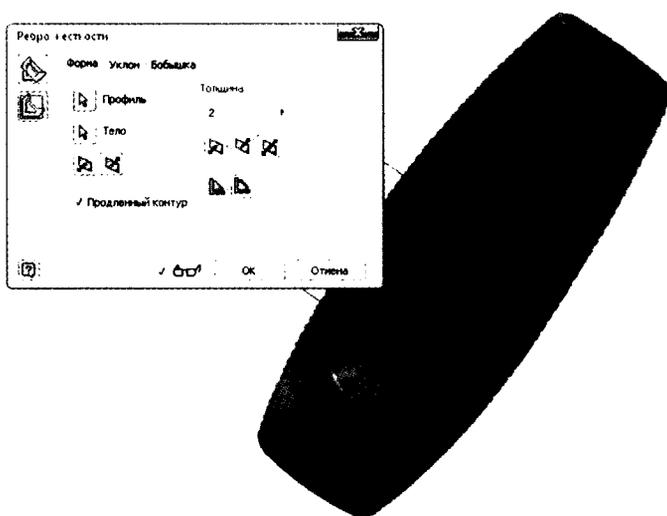

Рис. 9.14. Ребро жесткости может распространяться за пределы эскиза
5. Установите толщину **2**. См. рис. 9.14 для сравнения предпросмотра элементов.